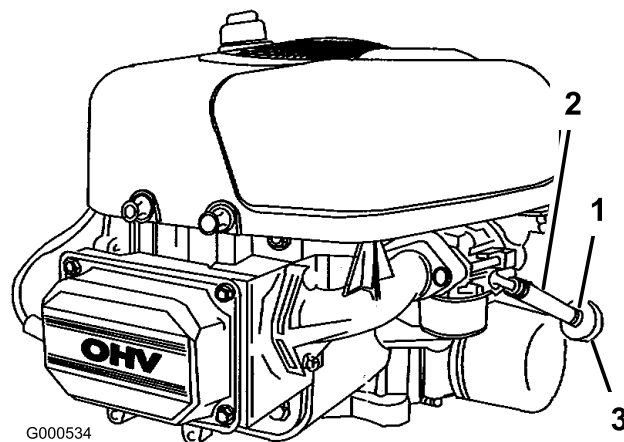

Figura 41
5. Allentate la fascetta stringitubo e spostatela in alto sul tubo del carburante, lontano dalla valvola di intercettazione del carburante (Figura 41).
6. Togliete i tubi del carburante dal filtro del carburante (Figura 41).
del carburante, per fissare il tubo del carburante (Figura 41).
4. Premete le estremità delle fascette stringitubo ed allontanatele dal filtro (Figura 41).
6. Montate un nuovo filtro ed avvicinate le fascette stringitubo al filtro (Figura 41).